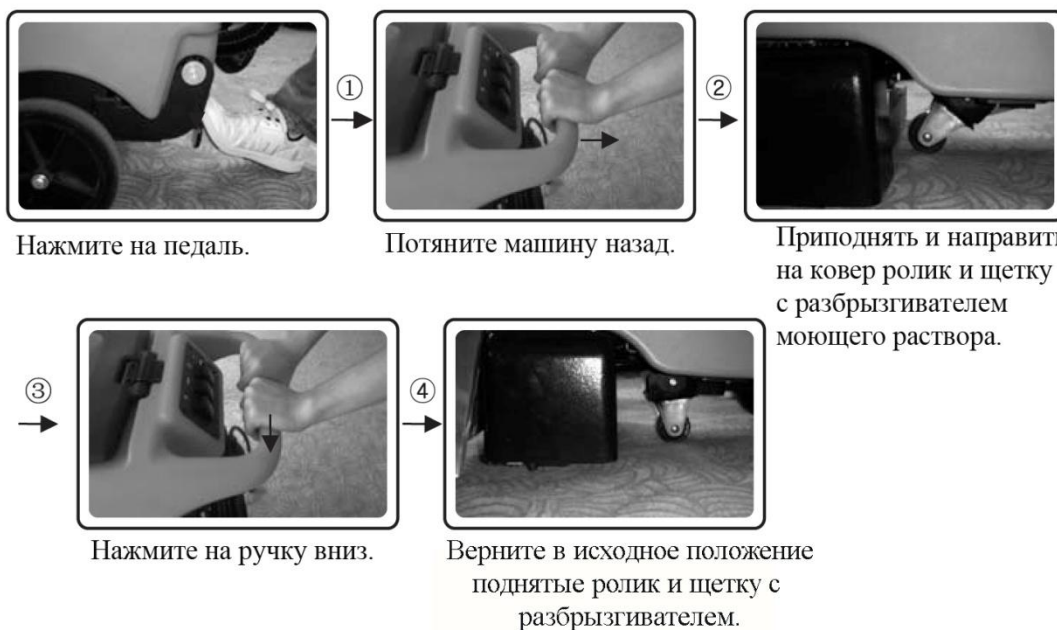
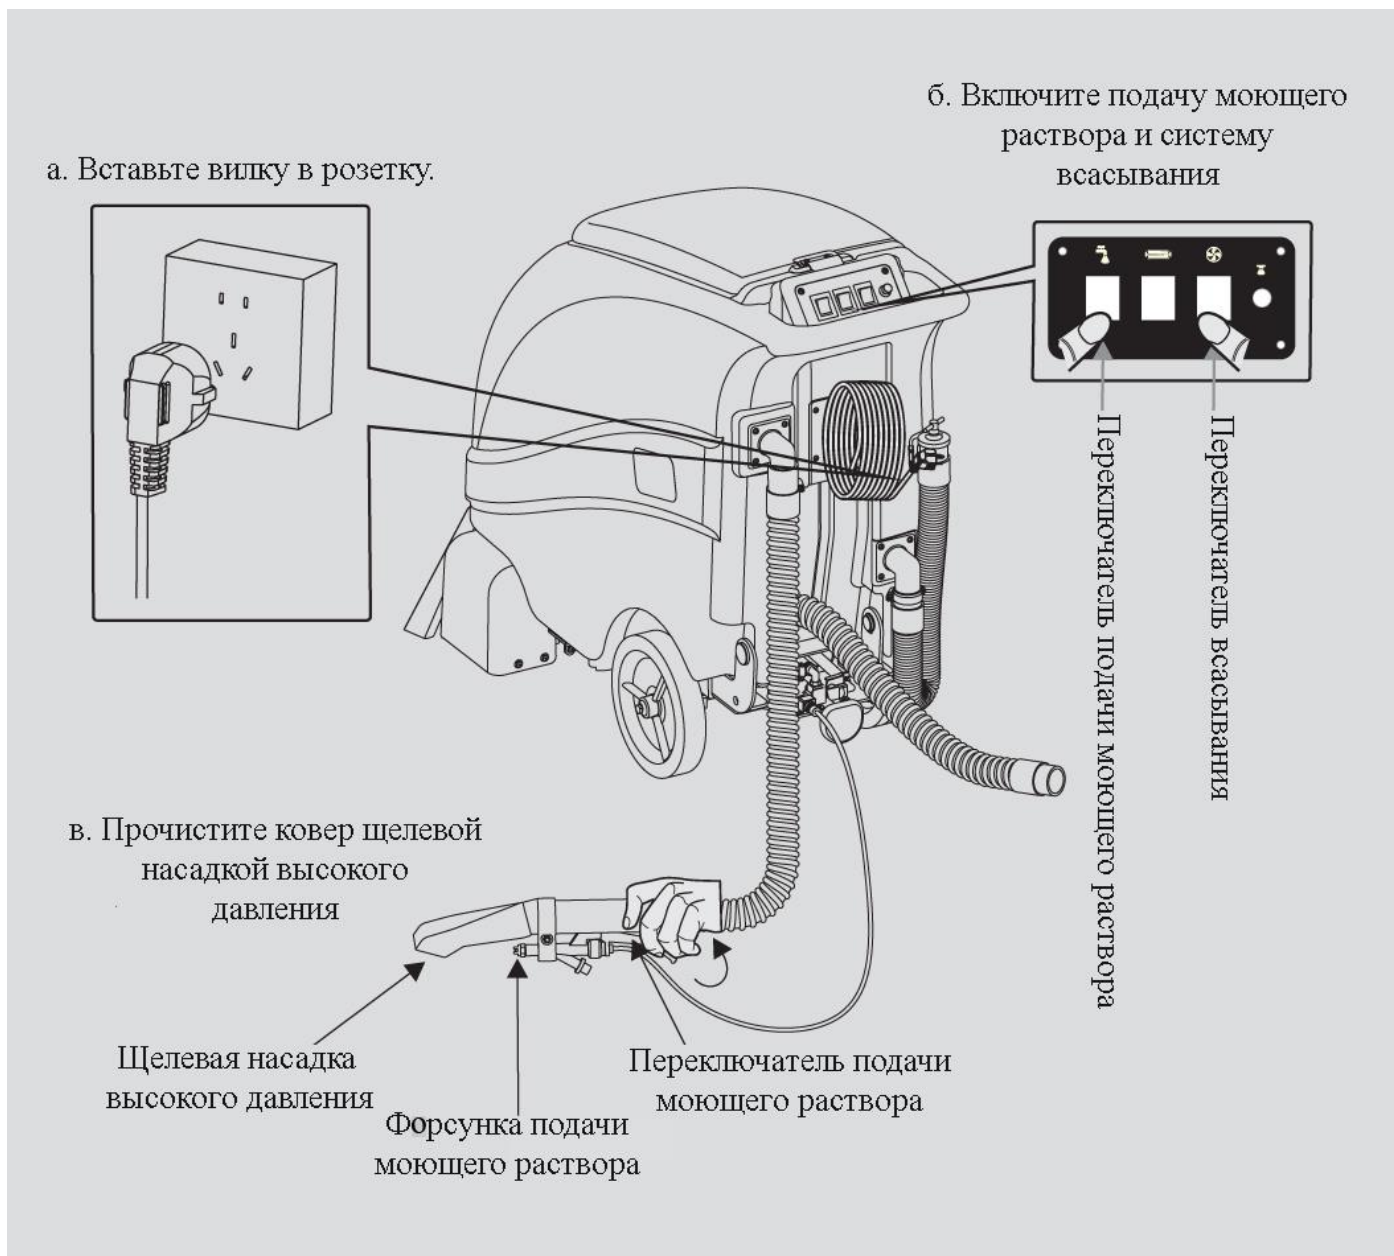

Рис. 1
Рис. 2
Для установки насадки для ручной уборки, возьмите разъем большим и указательным пальцами и потяните соединительную часть 2 разъема немного назад (рис. 1), соедините ее с соединительным элементом 1 на машине (рис.2). Насадка для ручной уборки подключена (рис.3).
Возьмитесь за всасывающий шланг, установленный на машине, и потяните его вниз, чтобы отсоединить (рис. 1). Возьмите всасывающий шланг от ручной насадки и подсоедините его на место предыдущего шланга (рис. 2). Нажмите на всасывающий шланг вверх, шланг подсоединен (рис. 3), ручной инструмент установлен и готов к работе.
- 1 Вставьте вилку в розетку (рис. 2-а);
- 3 На панели управления включите подачу моющего раствора и переключатель всасывания жидкости (рис. 2-б);
- 4 Удерживая щелевую насадку высокого давления, нажмите на переключатель подачи моющего раствора, чтобы прочистить ковер (рис. 2-в);